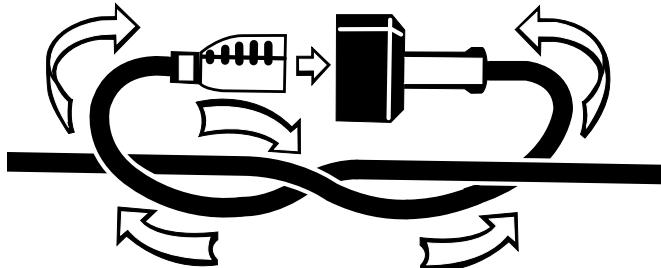

Fig. 1
*Voir figure 1.*
Il est possible d'attacher le cordon d'alimentation et le cordon prolongateur par un noeud pour éviter qu'ils se détachent pendant l'utilisation. Faites le noeud comme illustré dans la figure 1 et branchez la fiche du cordon d'alimentation dans la prise du cordon prolongateur. Cette méthode peut aussi être utilisée pour attacher ensemble deux cordons prolongateurs.